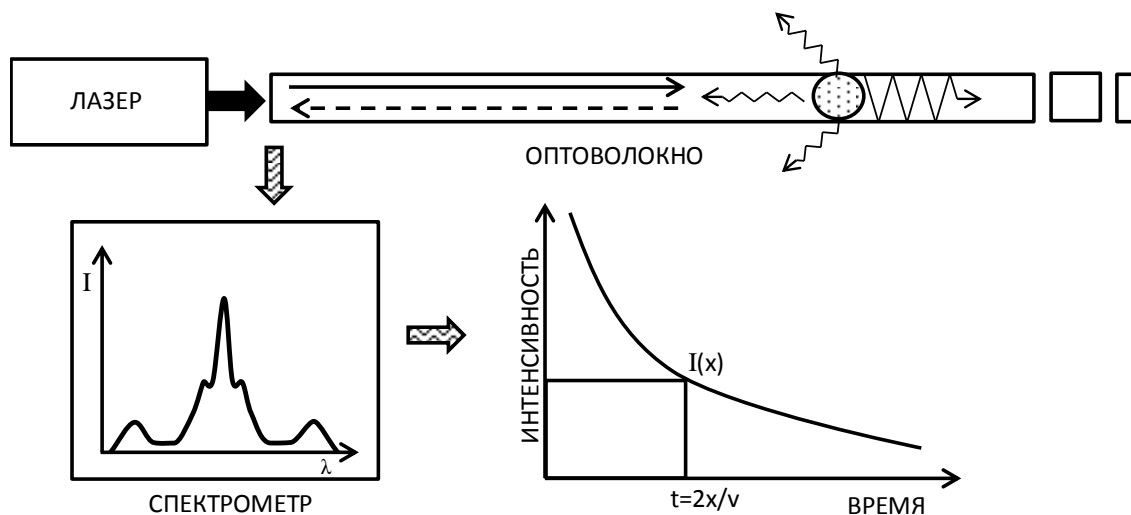

Рис.2. Схема измерительной системы с распределённым датчиком температуры.
Лазер периодически посылает в оптоволокно очень короткие (до 10^{-9} секунды) световые импульсы. В вакууме линейные размеры такого импульса $L = c\Delta t$ не превышают 30 см. Показатели преломления оптических стёкол $n=1,45-1,55$, поэтому скорость распространения света в стекле $v = c/n$ заметно снижается и в оптоволокне длина L составляет 20 см. В связи с этим, в каждый момент времени t свет взаимодействует лишь с коротким отрезком оптоволокна на расстоянии $x = vt$ от источника излучения (см. рисунок 2). Часть светового излучения, испытавшего обратное рассеяние на этом участке, поступает через промежуток времени $t = 2x/v$ после отправки начального импульса в блок для регистрации интенсивностей индивидуальных линий спектра комбинационного рассеяния. Блок, именуемый на схеме 2 как спектрометр, содержит фильтр стоксовской и антистоксовской длин волн и фотоприёмники выделенных оптических сигналов. Интенсивность убывает с увеличением пройденного светом пути по экспоненциальному закону. Поэтому регистрируемые зависимости интенсивностей от времени описываются быстро спадающими функциями, как показано в правой части рисунка 2. Из-за малой величины сигнала от удалённых участков оптоволокна, для получения надёжных зависимостей $I(t)$, которые будут использованы при расчёте температуры, оказывается необходимым производить накопление (суммирование и усреднение) сигналов для большого числа первичных импульсов света, на протяжении десятков секунд и даже нескольких минут. После окончания процедуры накопления, с помощью специального программного обеспечения рассчитывают отношение интенсивностей стоксовской и антистоксовской линий спектра рассеяния и, используя формулу (3), находят распределение температуры по длине оптоволокна.